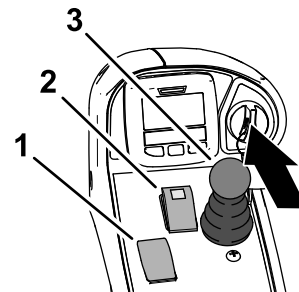

Bild 55
2. Achten Sie darauf, dass der Zapfwellenschalter in der AUSGEKUPPELT-Stellung ist (Bild 55).